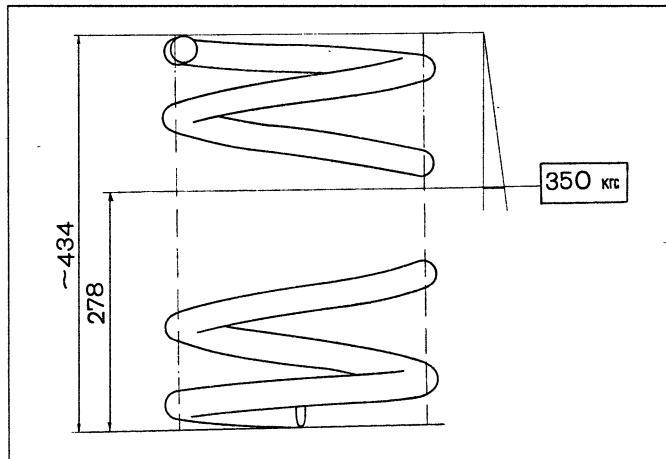

Рис. 4-17. Основные данные для проверки пружины задней подвески
**Пружины.** Проверьте упругую характеристику пружины по контрольным точкам (рис. 4-17), предварительно обжав ее до соприкосновения витков.
Проверьте, нет ли деформации пружины. Если упругость пружины не соответствует данным рис. 4-17 или деформации могут стать причиной нарушения работоспособности пружины, замените ее.